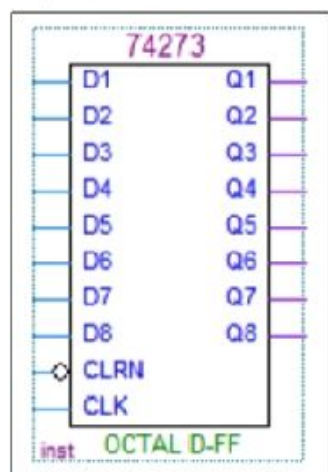
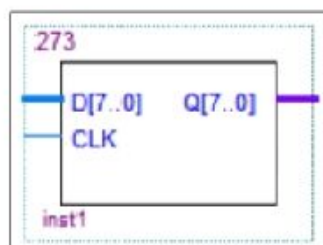

图4-2 元器件库中的74273
图4-3 修改后的273
2、修改Quartus II元器件库中的74273寄存器（如图4-2所示）的逻辑功能和外观，生成用户自定义框图符号273（如图4-3所示）。
用户可以在库中元件的基础上修改元件的逻辑功能和外观生成符合需要的用户自定义元件，生成用户定义的框图符号。在BUS.bdf文件中插入寄存器元件74273（点击工具栏上的按钮，进入元件库，在Name中输入74273），如图4-2所示。然后双击74273框图符号，打开74273.bdf文件（read only），然后可以修改74273的逻辑电路，清零输入端（CLR $\overline{N}$ ）接VCC，使74273具有一个8位总线输入引脚和一个8位总线输出引脚。如图4-3所示。完成后将74273.bdf另存为273.bdf。保存文件后，选择主菜单files→Create/Update→Create Symbol Files for Current File，生成273.bsf文件。将三个273框图符号插入BUS.bdf文件中，将原来的74273符号删除。